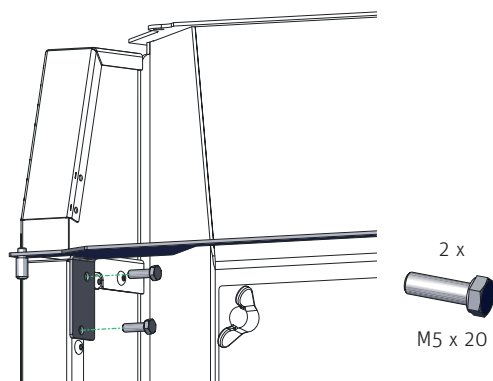
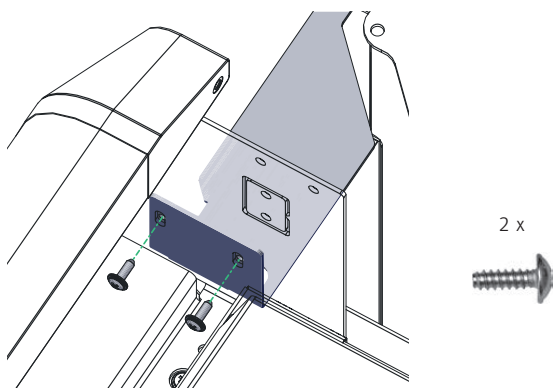

Fig. 88 Fissare il cuscinetto della porta con staffa sinistra con 2 viti a testa esagonale
Fig. 89 Fissare il cuscinetto della porta con staffa destra con 2 viti autofilettanti
- Fissare il cuscinetto della porta con staffa sinistra con 2 viti a testa esagonale M5x20 (Fig. 88) alla parete laterale sinistra e destra all'interno del pannello di comando con 2 viti autofilettanti (Fig. 89).